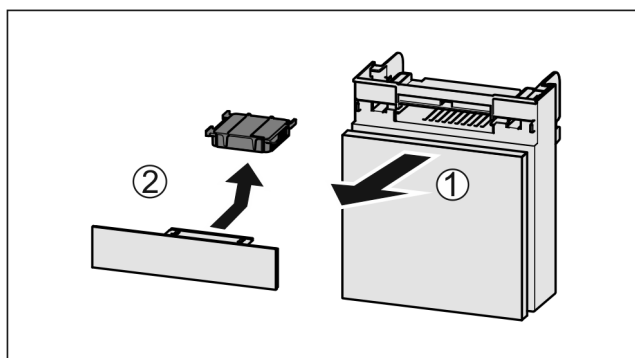

Fig. 38
- ▶ Zásuvku vytáhněte dopředu Fig. 38 (1).
- ▶ Filtr s aktivním uhlím vyjměte Fig. 38 (2).